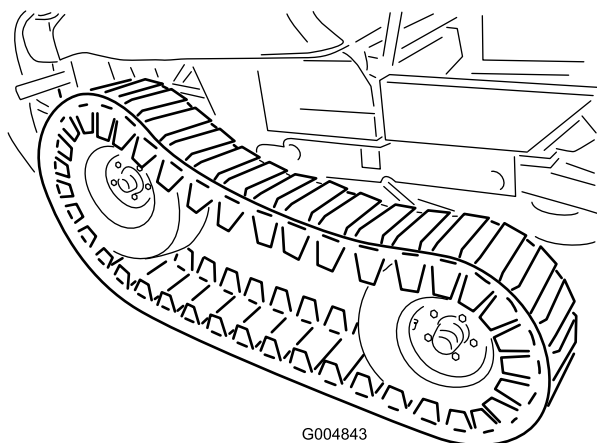

Figura 31
24. Ajuste el gato a una altura adecuada para instalar el neumático delantero. Con la ayuda de otra persona, eleve la parte delantera de la oruga lo suficiente para poder instalar los neumáticos delanteros (Figura 31).